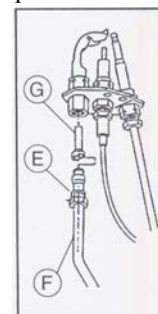

Рис.7
6. Заменить форсунку запальника, действуя следующим образом: (см. рис. 7)
5. Заменить форсунку запальника, действуя следующим образом:(см. рис. 7)